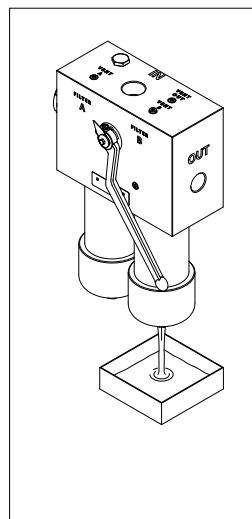

fig. 25
- (Fig. 25) Drenare il fluido di lavoro dal fondo del contenitore al recipiente di raccolta